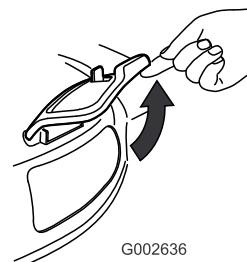

Bild 34
2. Öffnen Sie die Seitenauswurkklappe (Bild 34).